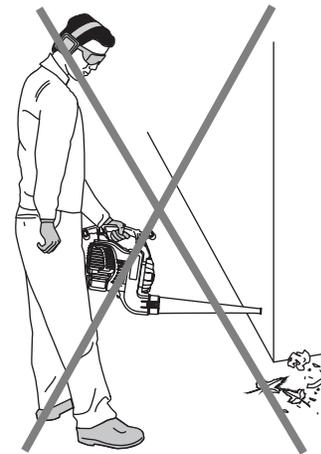

Fig. 19
1. Use la sopladora para árboles, arbustos, macizos de flores y zonas de limpieza difícil (Fig. 19).
2. Use la unidad alrededor de edificios y para otras limpiezas normales (Fig. 19).